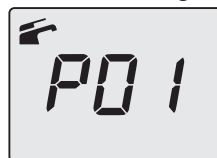

Figura 9.31
- Premere per 1 sec. il tasto 14 (Figura 9.27) per entrare nel parametro selezionato. Il display visualizzerà quanto segue (**20**=M305V.2025 ST o **21**=M305V.2429 ST) (Figura 9.31).